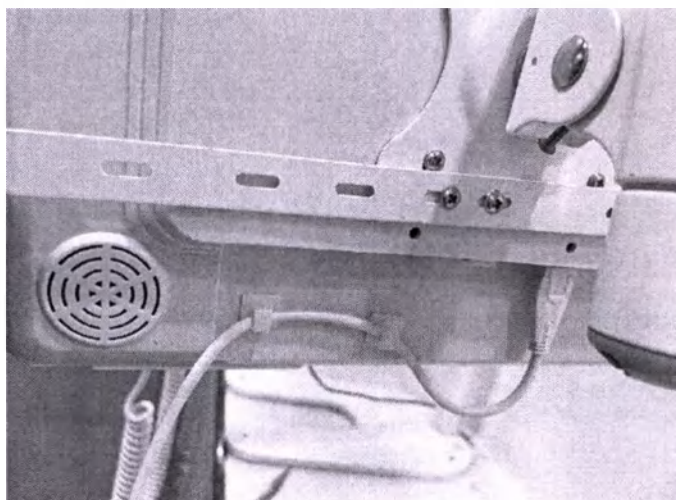

Рис.8. Крепление кабеля в кронштейнах
4. Подсоедините интраоральную камеру к интегрированному компьютеру при помощи USB 3.00 коннектора. Уложите кабель в кронштейны, как показано на рисунке Рис. 8.